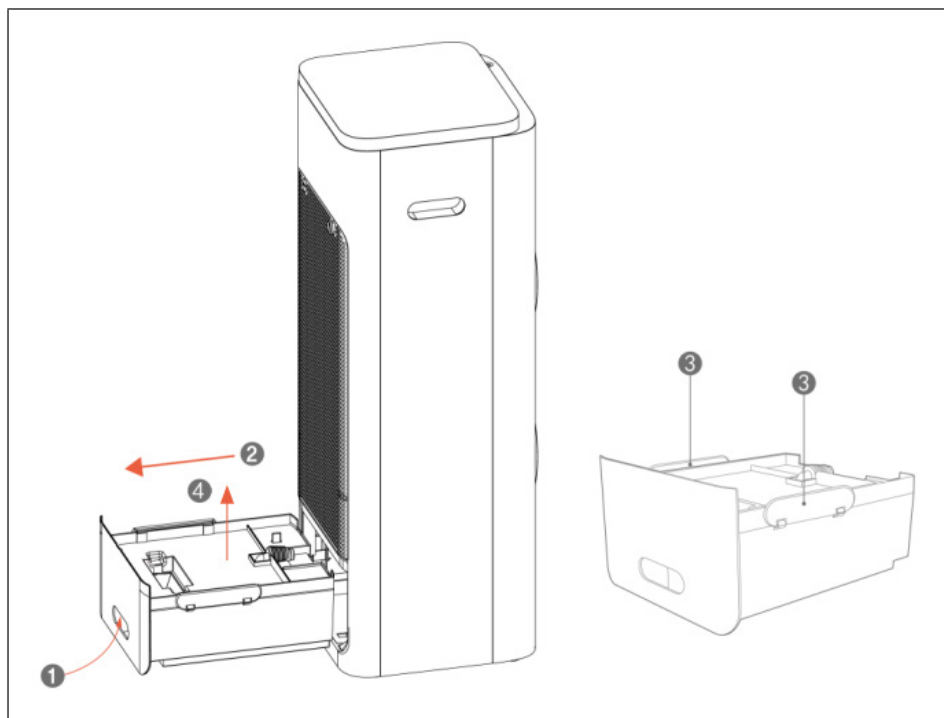

Ilustración 4
2. Retire el depósito de agua (ver imagen 4)
- a. Presione (1) el asa del depósito de agua contra la parte superior.
- b. Saque el depósito de agua hasta (2).
- c. Afloje los cierres a ambos lados de la tapa del depósito de agua (3).
- d. Retire la tapa del depósito de agua (4).